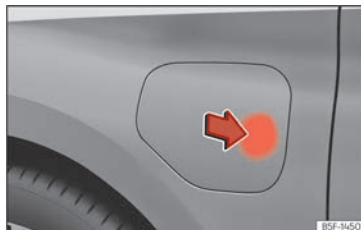

Abb. 57 Öffnung der Batterieladeflappe.
- Drücken Sie bei entriegeltem Fahrzeug auf den gekennzeichneten Bereich der Batterieladeflappe, um diese zu öffnen »» (Abb. 57).